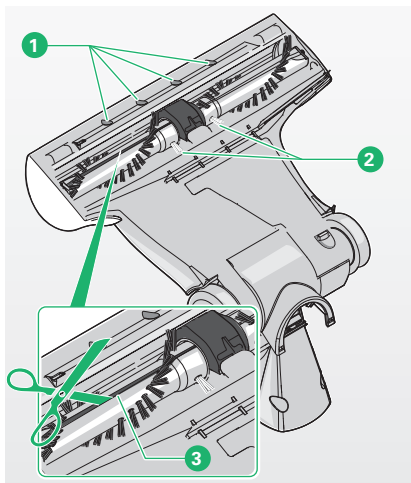

Bild 4.9 Rundbürsten prüfen und reinigen
- Fahren Sie mit der Schere in der Nut (③, Bild 4.9) auf der Längsseite der Rundbürsten entlang.
Die schwarzen Borsten müssen länger als die gelben Borsten (②, Bild 4.9) sein. Sind die schwarzen Borsten kürzer als die gelben Borsten hat die Elektrobürste keine Bürstwirkung mehr.
- Kontrollieren Sie regelmäßig, ob die schwarzen Borsten noch länger als die gelben Borsten (②, Bild 4.9) sind.